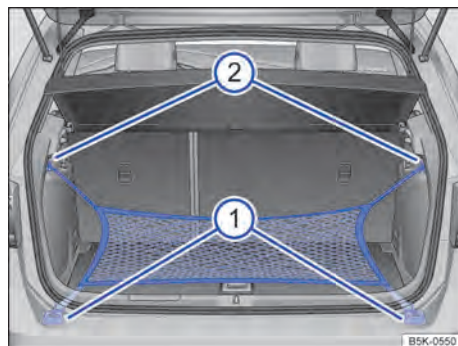

Fig. 99 No compartimento de bagagem: olhaiis ① e gancho ② para prender a rede para bagagem.
- Prender os ganchos curtos da rede para bagagem nos olhais de amarração ⇒ Fig. 99 ① ⇒ ⚠. O zíper da rede para bagagem deve estar voltado para cima.
- Prender a fixar as alças nos ganchos para sacolas ②.